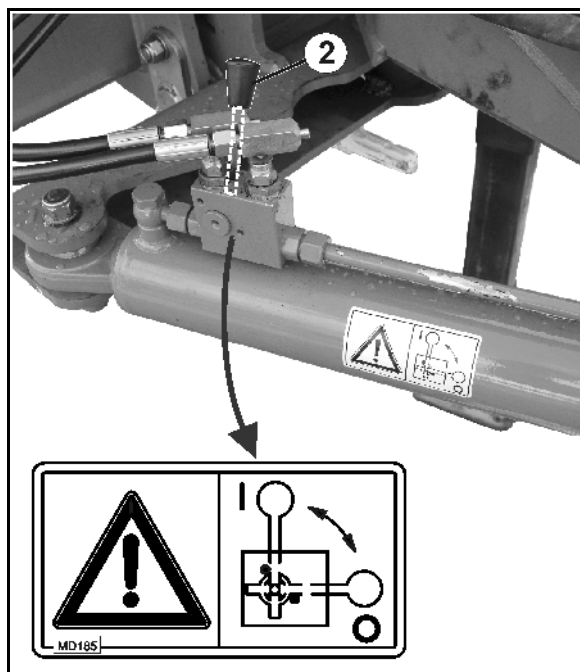

Fig. 61
1. Ställ styrstången i mittläge (styrstången (Fig. 61/1) är i linje med maskinen).
4. Säkra styrstången (Fig. 61/2) i position **0** genom att stänga av stängningsreglaget.